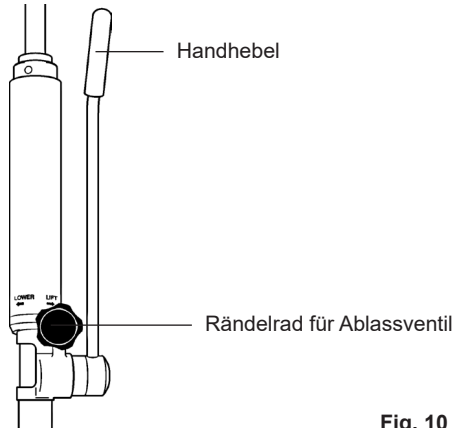

Fig. 10
6. Schließen Sie das Ablassventil für die Hydraulik (Fig. 10), indem Sie das schwarze Rändelrad an der Hydraulik im Uhrzeigersinn bis zum Anschlag drehen.
7. Betätigen Sie den Handhebel (Fig. 10) der Hydraulik und überprüfen Sie, dass der Kolben den Ausleger anhebt.